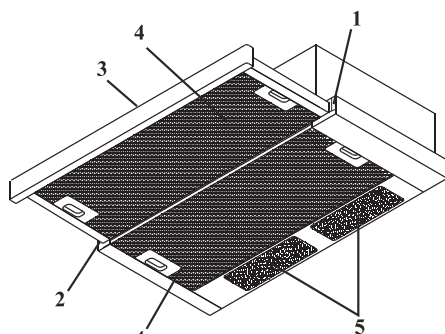

Fig.1
Delar (fig. 1)
- Öppna båda fettfiltren (fig. 1–4).